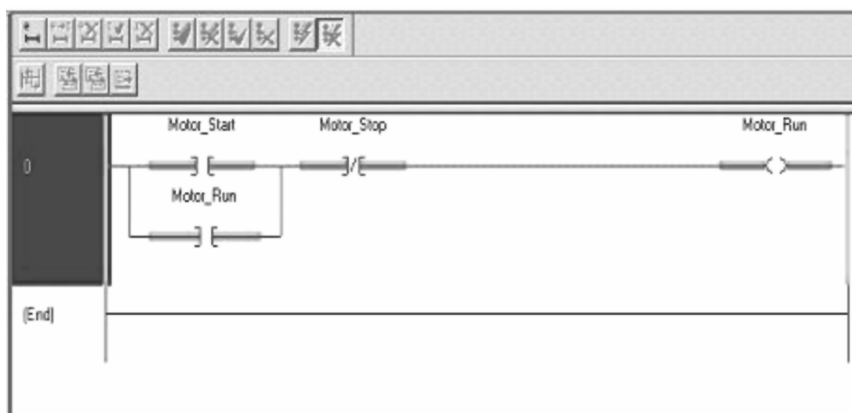

图 7-8 按下 “Motor_Run” 后的梯形图
5. 按下按钮 DI0 (Motor_Start)。XIC 指令将变为真，并变成绿色。Motor_Run 将通电 (变为绿色)。实验站上的指示灯 DO0 将亮起，如图 7-8 所示。